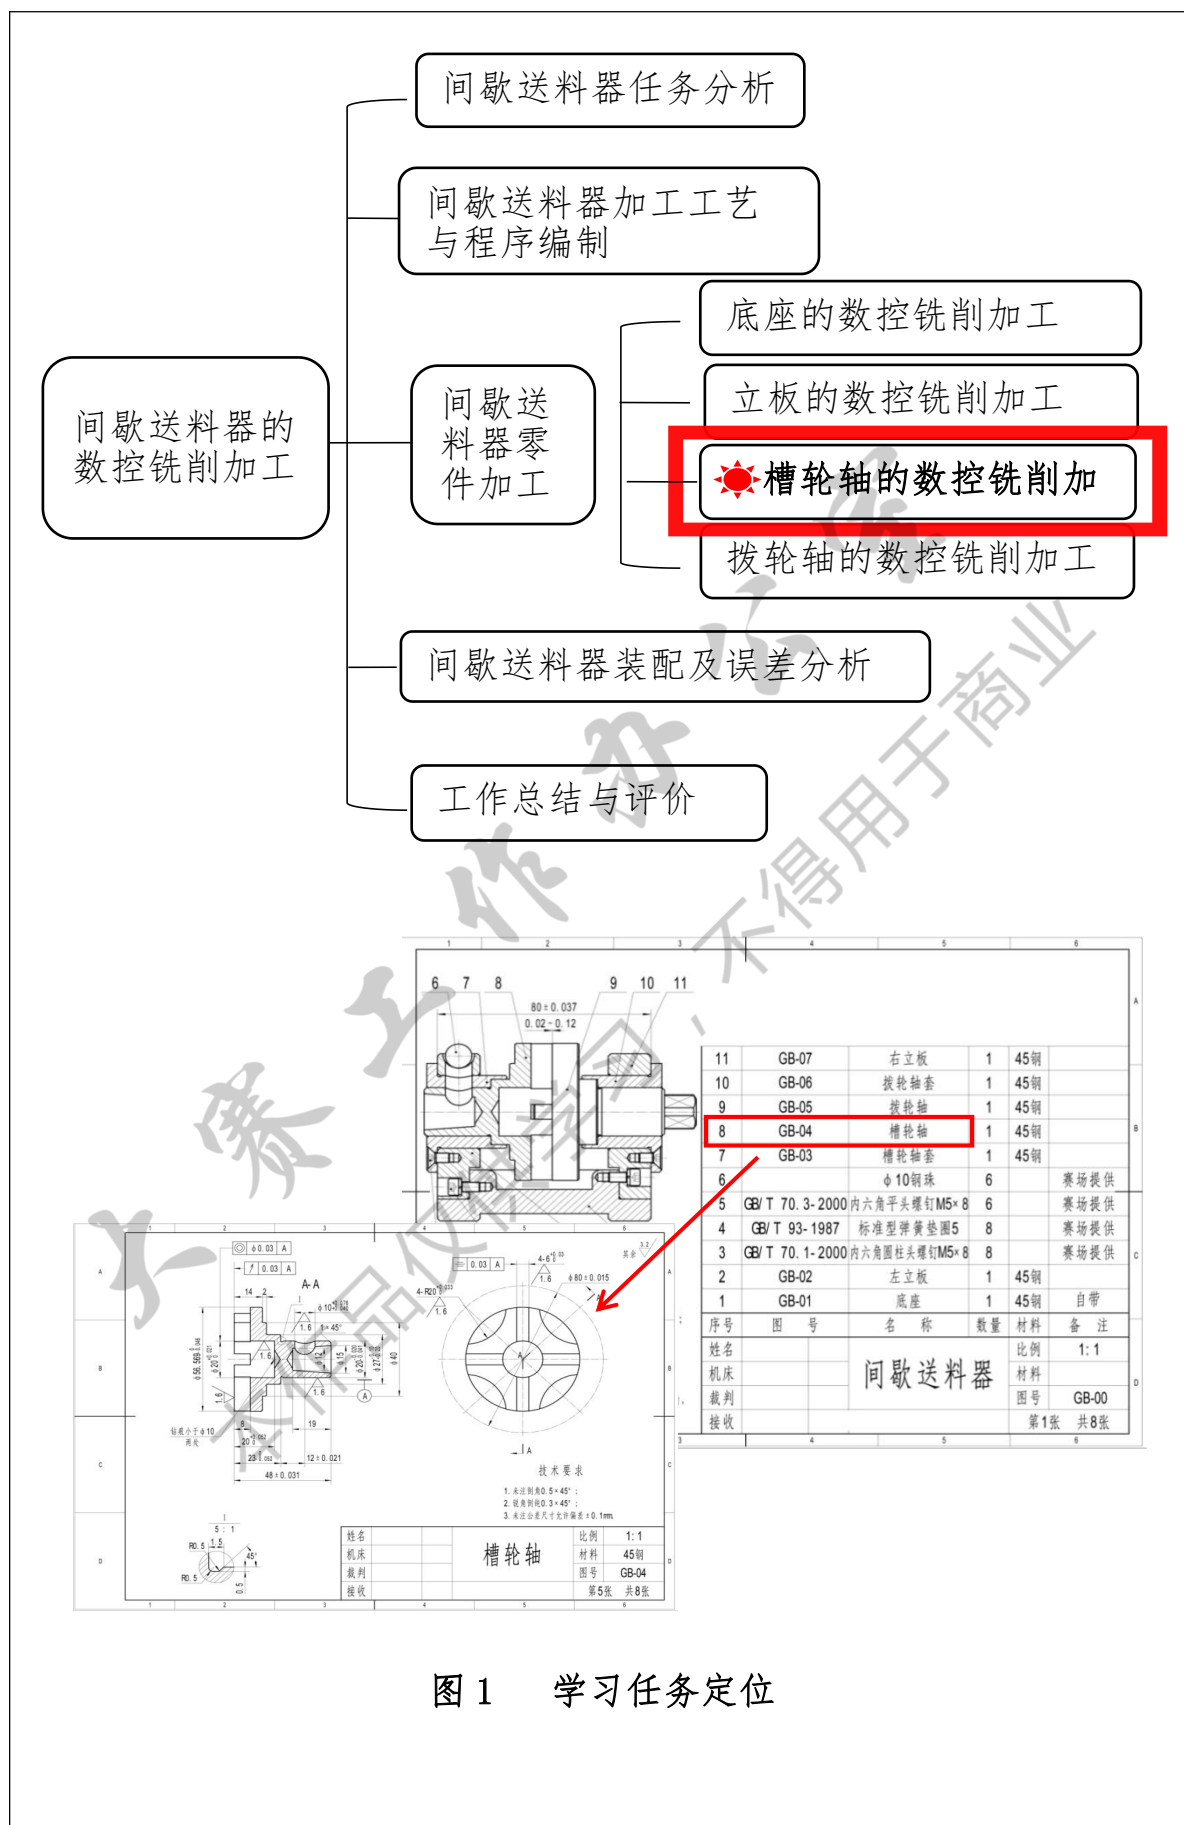

图1 学习任务定位
3. 本次学习任务为间歇送料器数控铣削加工，是《配合件数控铣床加工》中的学习任务之一，共为五个学习活动。在课程中有着承上启下的作用，为后续任务奠定基础。本次微学习任务槽轮轴的数控铣削加工选自第三个学习活动，具有完整的工作过程，完成学习与工作岗位对接。本次微任务的定位如图 1 所示：